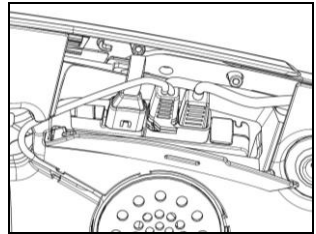

Fig. 8
- Introdurre delicatamente il connettore nella sua sede fino al completo inserimento (Fig. 8).